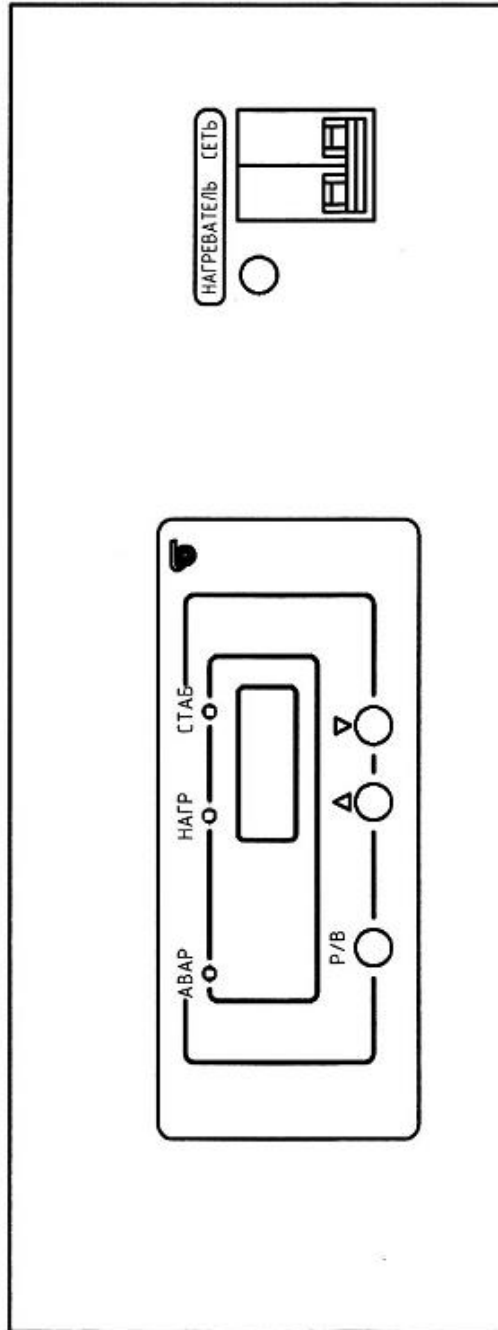

Рис. 1 – Лицевая панель электропечи с одноступенчатым микропроцессорным терморегулятором
- 8.1.3 Включить выключатель «СЕТЬ» на лицевой панели электропечи (рис.1), при этом должны включиться цифровые индикаторы, на которые выводится температура в рабочей камере электропечи. Если температура в камере меньше заданной должны включиться соответствующий светодиод «НАГР» и лампа включения нагревателя.